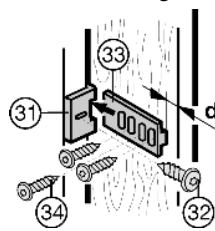

Fig. 19
- ▶ Montare l'elemento di accoppiamento porta Fig. 19 (31) con la vite Fig. 19 (32), prestando attenzione alla posizione della maniglia.
- ▶ Con la porta completamente aperta: Inserire la guida di accoppiamento porta Fig. 19 (33) e avvitarla all'anta del mobile con le viti Fig. 19 (34). Rispettare la distanza d (spessore della parete del mobile).